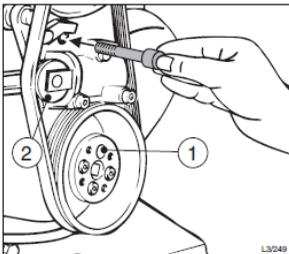

Abb. 51 – Wechsel des Riemens am Luftgebläse
- Die Spannrolle „2“ zurück stellen und mit der zylindrischen Schraube arretieren (siehe Abb. 51).